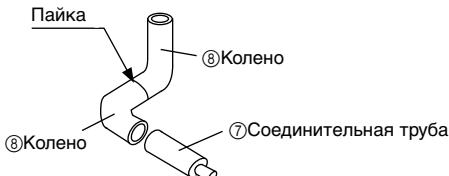

Рис. 1
- (1) Выньте медную заглушку и резиновое уплотнение, прикрепленное к трубопроводу и фланцу распределителя (газ) (опция).
- (2) Выполните сборку извне прибора, используя колено (⑧) указанной формы и припаяйте. (см. Рис. 1)